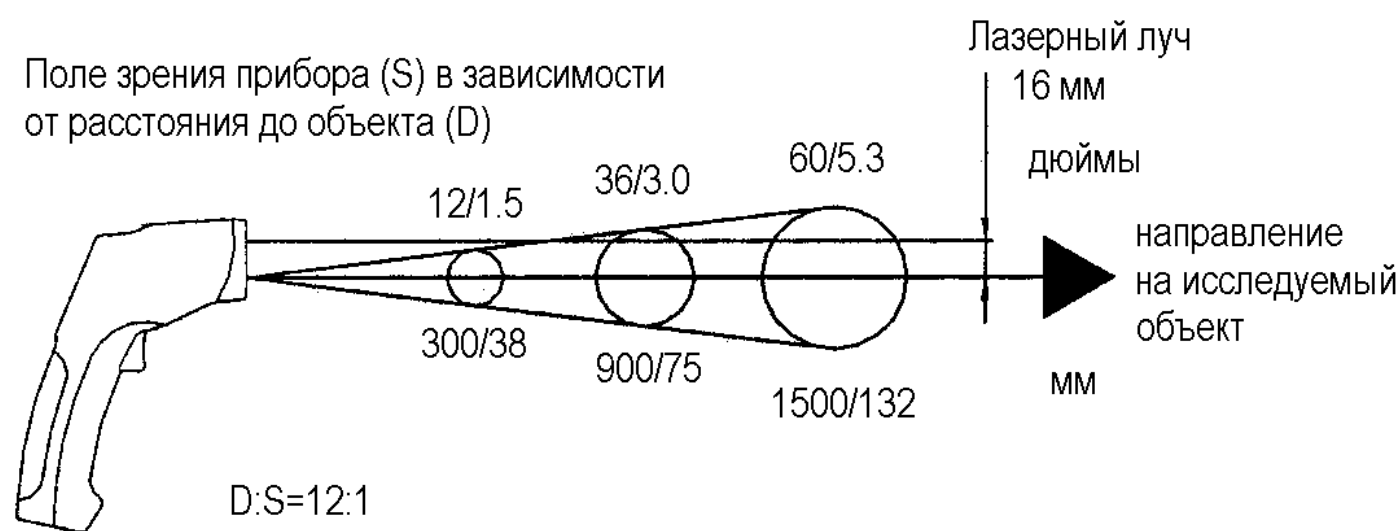

Рисунок 1.
При увеличении расстояния (D) до исследуемого объекта, увеличивается размер поля зрения прибора (S) - области, на которой усреднено, измеряется температура (см.: **Рис. 1**).